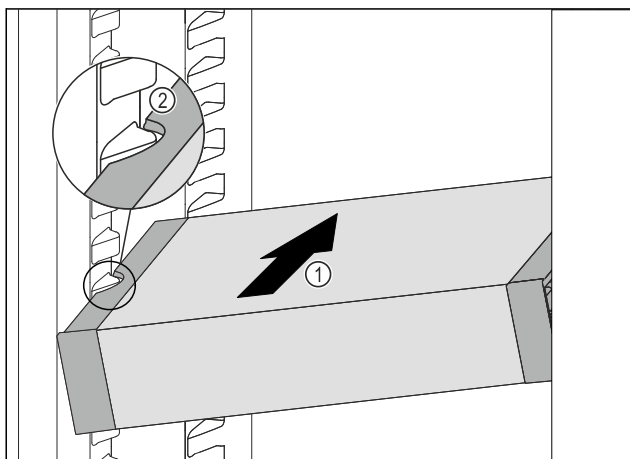

Fig. 129
- ▶ Skub VarioSafe skråt ind i kølesektionen, Fig. 129 (1) indtil udsparringerne i siden Fig. 129 (2) på VarioSafe er på niveau med beholderribben i kølesektionen.